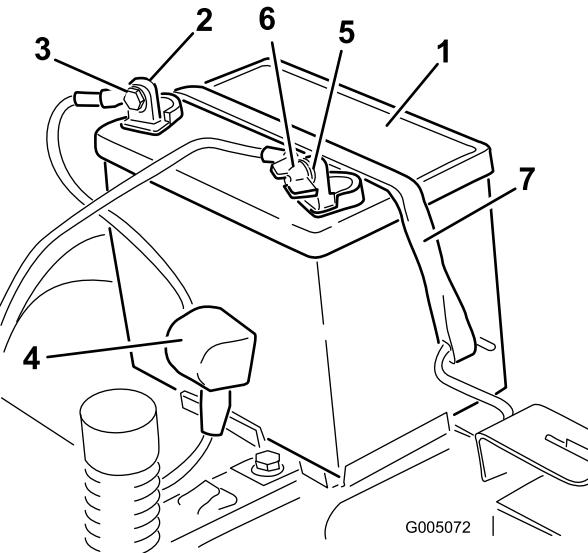

Figura 34
5. Deslice hacia arriba la cubierta de goma del cable positivo (rojo). Desconecte el cable positivo (rojo) del borne de la batería (Figura 34). Guarde todos los herrajes.
6. Retire la correa de sujeción de la batería (Figura 34) y levante la batería para retirarla de su bandeja.
4. Desconecte el cable negativo de tierra (negro) del borne de la batería (Figura 34). Guarde todos los herrajes.
1. Coloque la batería en la bandeja, con los bornes hacia el puesto del operador (Figura 34).
5. Fije la batería con la correa de sujeción (Figura 34).